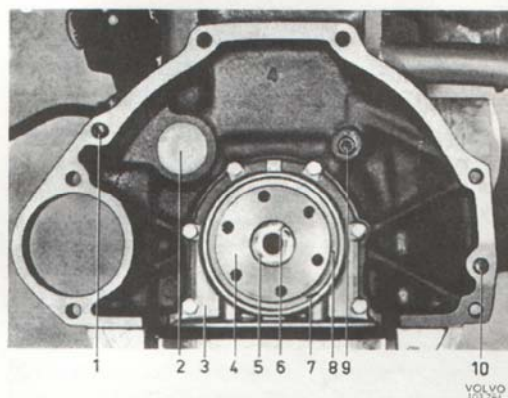

Bild 25. Motorns bakände
Stödlager (5, bild 25) smörjes före montering med värmebeständigt kullagerfett. Lager och skyddsbricka hålls i läge av en låsring (6).